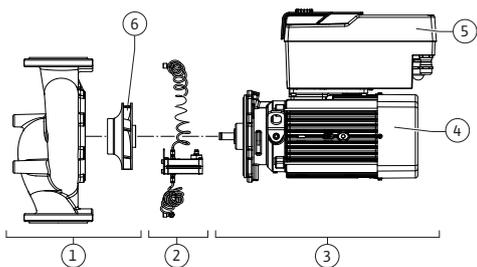

Fig. 3: Funktionsbaugruppen
**Funktionsbaugruppen (Fig. 3)**